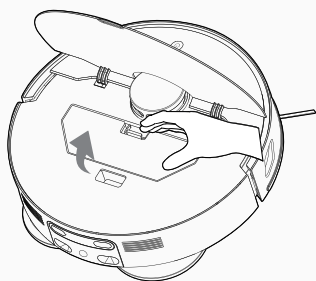

Fig. 8
2. Aprire il coperchio superiore del robot, tenere premuto il pulsante di sblocco del contenitore raccogli-polvere. [Fig. 8]